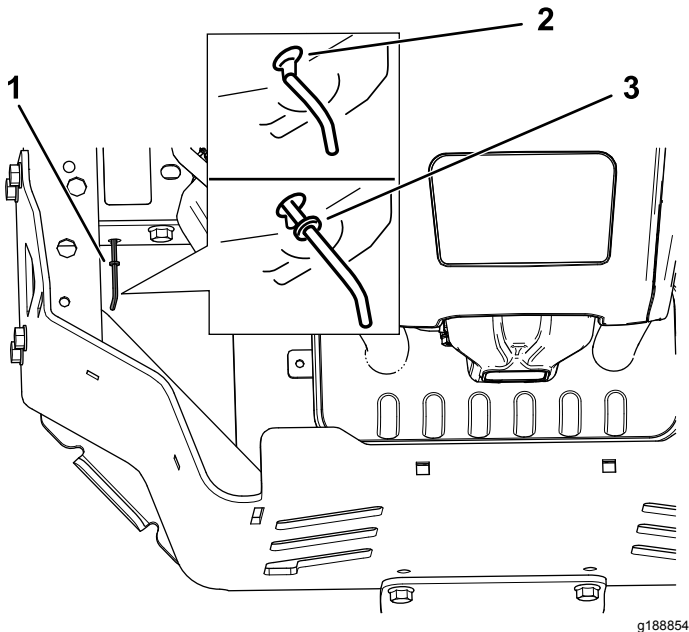

Figure 29
- Déplacez les leviers de dérivation en avant dans l'encoche en trou de serrure, puis vers le bas pour les verrouiller en position (Figure 29).
Déplacez les leviers de dérivation en arrière dans l'encoche en trou de serrure, puis vers le bas pour les verrouiller en position, comme montré à la Figure 29.